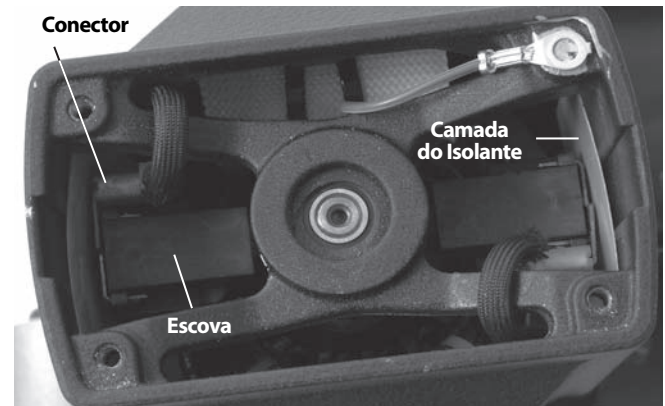

Figura 12 – Colocação da Escova - Tampa do Motor Removida
- Utilizando um alicate, puxe as escovas do motor para fora em linha recta. Desligue o conector. (Ver Figura 12.)